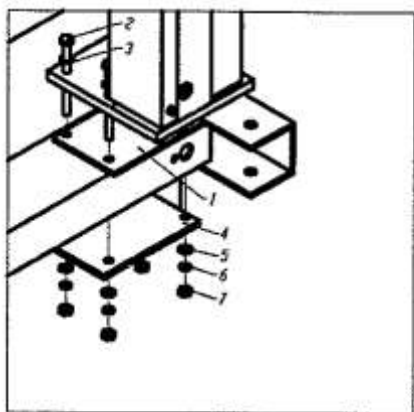

図5-1
⑤ 設置
マット (1) (上側の厚さが下側の厚さより薄いことを確認してください) を取り付けてください-----メインボディーを取り付けてください---ボルト (2) とワッシャー (3) を取り付けてください-----マット (4) とワッシャー (5) スプリングワッシャー (6) ナット (7) を取り付けて締めてください (図5-1)